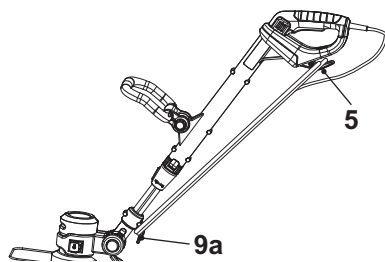

Fig. 30
5. Enrolle el cable de alimentación (3) o el cable de extensión en los dos retenedores de cable (5, 9a) y fíjelo con una abrazadera adecuada (Fig. 30).